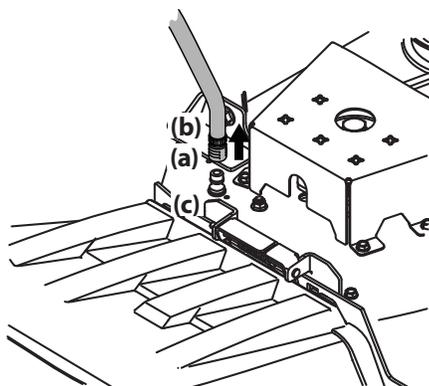

Figure 4-1
3. Tirez sur le collier d'arrêt (a) de l'adaptateur (b) et installez l'adaptateur (b) sur un des embouts (c) situés aux deux extrémités du plateau de coupe. Relâchez le collier d'arrêt (a) pour fixer l'adaptateur (b) sur l'embout du système de nettoyage du plateau de coupe (c). Voir Figure 4-1.